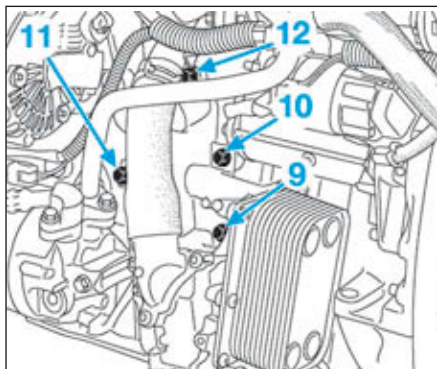

FIG.111
- Serrer au couple les vis (10) et (12) (Fig.111) du boîtier à 0,5 daN.m.